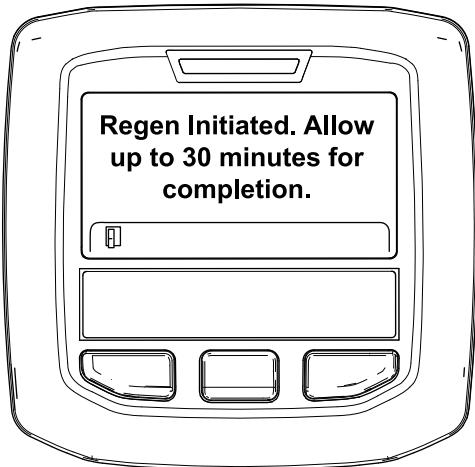

Bild 38
- Wenn die Regenerierung zugelassen wird, wird die Meldung „Regen. Initiated. Allow up to 30 minutes for completion“ im InfoCenter angezeigt. Warten Sie, bis die Maschine die geparkte Regenerierung abgeschlossen hat (Bild 38).